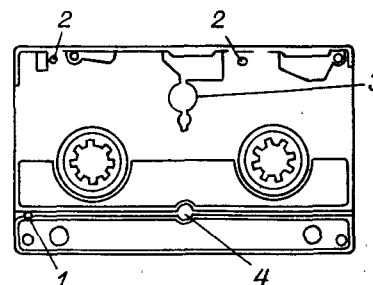

Рис. 64. Конструкция видеокассеты формата S-VHS:
Видеокассеты формата S-VHS имеют те же геометрические размеры, что и кассеты VHS, поэтому дополнительно к присущей им маркировке (например, к марке E-180 добавляется буква S, т. е. получается марка SE-180) применяется метод автоматической идентификации кассет в видеоманитоне. Для такой идентификации в кассете S-VHS предусмотрено специальное отверстие (1), расположение которого показано на рис. 64.